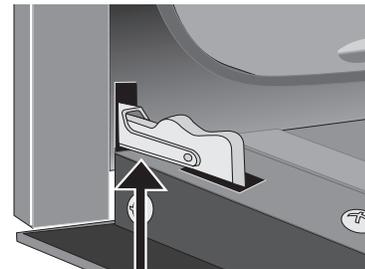
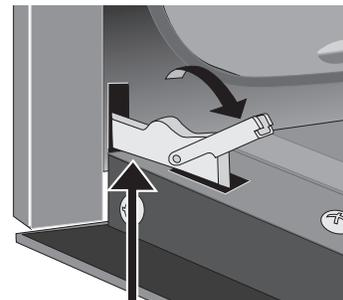

Figure 43 : Verrous des charnières de porte
Figure 44 : Verrous de charnière de porte déverrouillés
2. Abaissez complètement les verrous des charnières de gauche et de droite du cadre du four vers la porte du four (Figure 43). Vous pourriez avoir besoin d'un petit tournevis à tête plate. Tenez fermement les deux côtés de la porte du four (n'utilisez pas la poignée de la porte). (Figure 44).
4. Poussez les verrous des charnières vers le haut et dans le cadre du four jusqu'à ce qu'ils soient en position verrouillée (Figure 43 et 44).